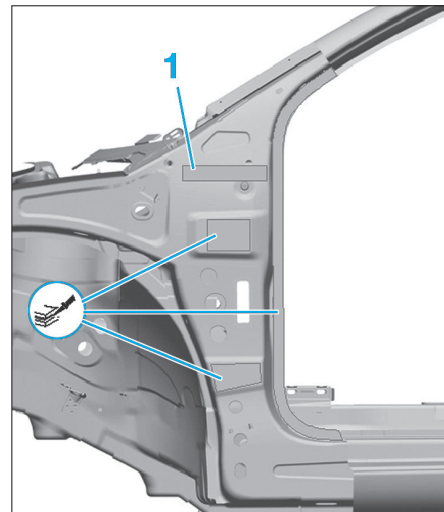

FIG. 45
- Poser deux faisceaux de cordon d'étanchéité au butyle dans la zone (1) (Fig.45).